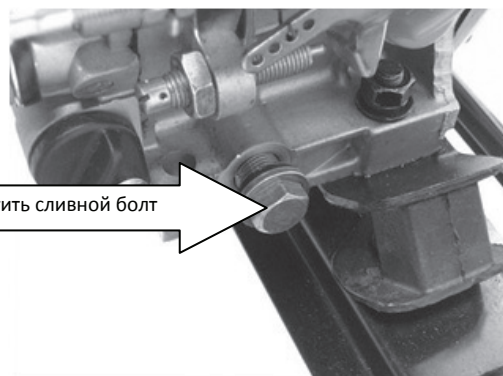

Рис.12
2. Открутить сливной болт(Рис.12) и слить масло в специальную емкость.